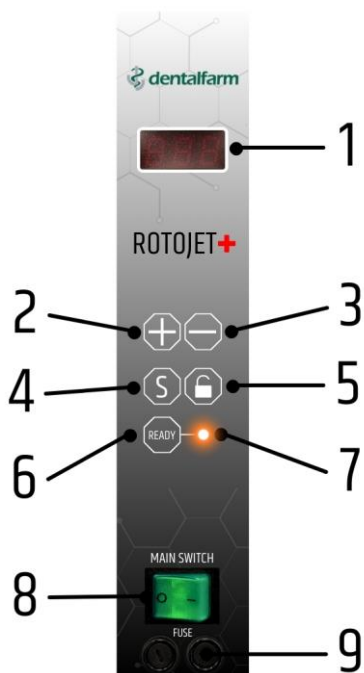

FIG. 2
5.1 COMANDI E FUNZIONI (FIG.2)